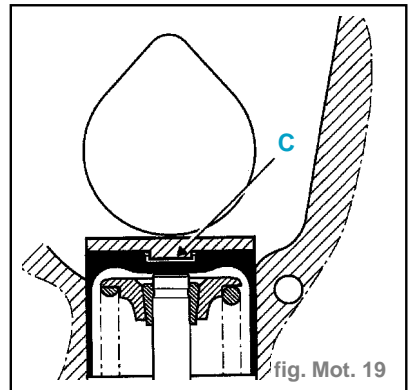

fig. Mot. 19
Nota : Lors du remontage de la pastille de réglage, retirer l'huile contenue dans le fond de l'alésage (C) du poussoir. (fig. Mot. 19)